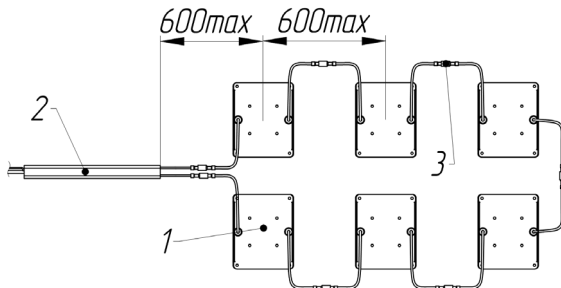

Рисунок 2 — Комплект светильников Geniled Griliato Tetris (на примере Комплекта 60Вт).
Комплект светильников Geniled Griliato Tetris состоит из основных частей (см. рисунок 2):
5.5. Светодиодные модули соединены между собой при помощи проводов с коннекторами типа «Папа-Мама». Максимальное расстояние между центрами светодиодных модулей 600мм (см. рисунок 2). При необходимости увеличения расстояния между светодиодными модулями и между модулями и блоком питания необходимо использовать соединительный провод Geniled 1м с коннекторами «Папа-Мама» (приобретается отдельно). На одно соединение можно устанавливать не более одного соединительного провода 1м.